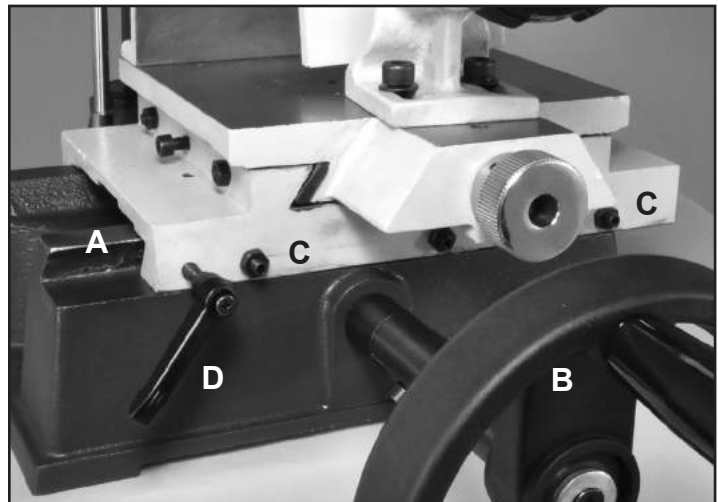

FIG. 13
La plaque coulissante inférieure de support (#52) permet d'ajuster le plateau supérieur de gauche à droite sur un ensemble séparé de passages en queue d'aronde. FIG. 13, A. La Roulette manuelle située à l'avant (#33) (B) contrôle le mouvement latéral du plateau.
1. Pour serrer ou desserrer le mouvement de la plaque coulissante, pression sur les queues d'aronde réglable avec les trois (3) vis et les écrous (# 47, #48) qui se trouvent à l'avant de la plaque coulissante. FIG. 13, C. Ceux-ci donnent de la pression sur la Plaque de dérive (#24) qui s'appuie sur les queues d'aronde de la plaque.
2. Pour fixer la plaque coulissante à un endroit particulier afin qu'elle ne bouge plus, la Poignée de la vis (#49) (D) peut être vissée vers le bas. Ceci est recommandé pour le forage répétitif en un seul endroit sur plusieurs pièces de travail.